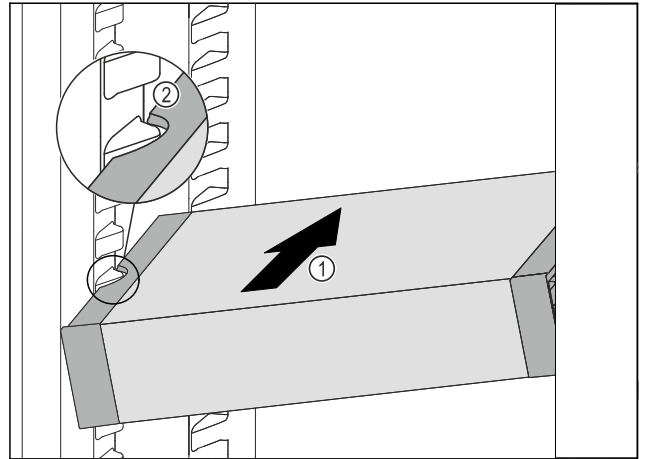

Fig. 117
- ▶ 将 VarioSafe 斜插入冷藏区中 Fig. 117 (1)，直至 VarioSafe 的侧部凹槽 Fig. 117 (2) 与冷藏区中的容器肋梁持平。